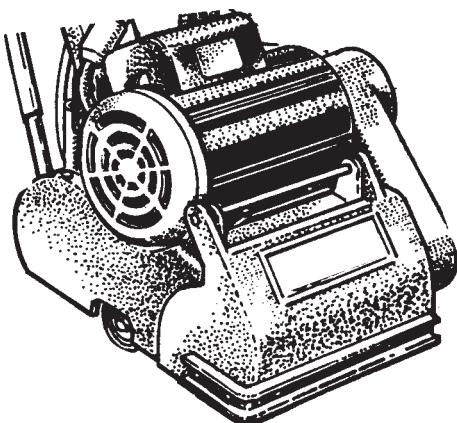

Figura 4
6. Levante el chasis con las manijas de transporte y colóquelo en el área de carga. Consulte la figura 4.